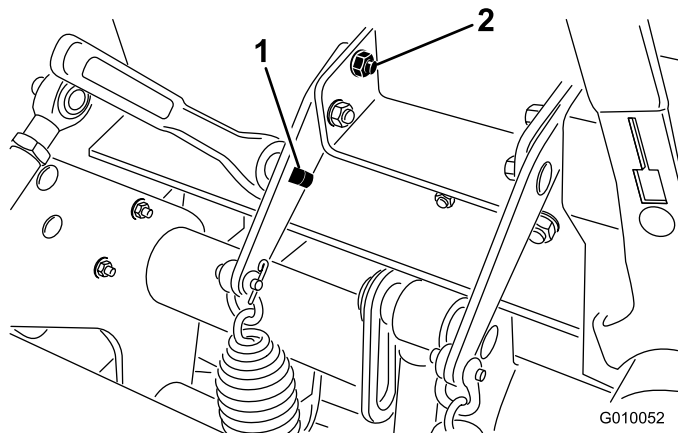

Bild 38
2. Setzen Sie einen 1/2-Zoll-Schlüssel oder ein Brecheisen in das rechteckige Loch in der Federplatte ein (Bild 38).